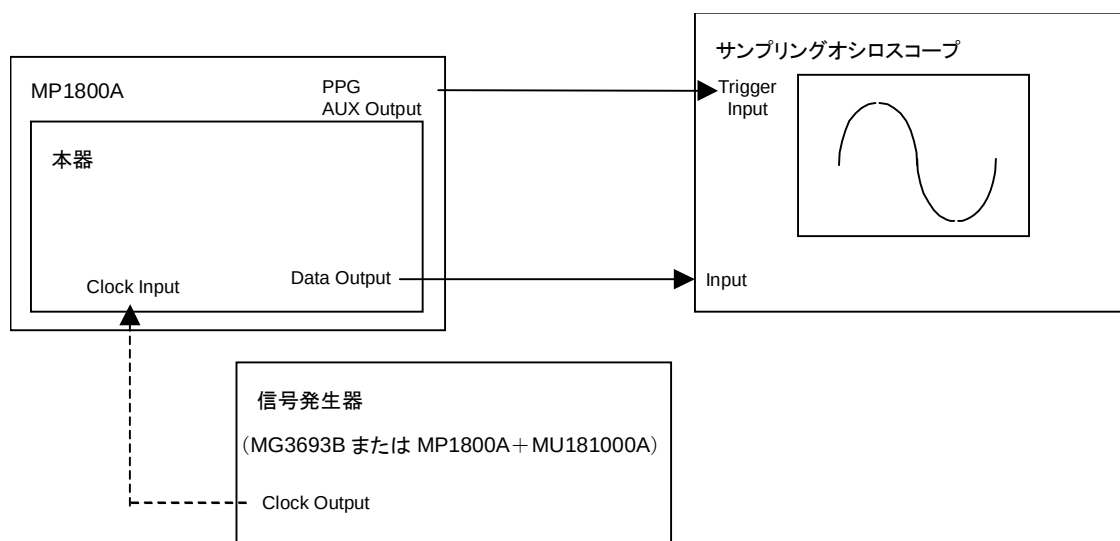

図 6.3.2-1 波形試験接続図
1. 図 6.3.2-1 のように、各測定器のケーブルを接続します。